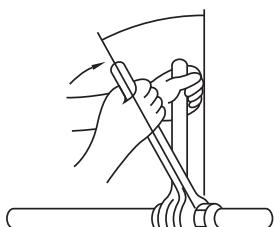

Fig. 5-9
- Applicare una piccola quantità di refrigerante sulla sede di contatto della tubazione. (Fig. 5-9)